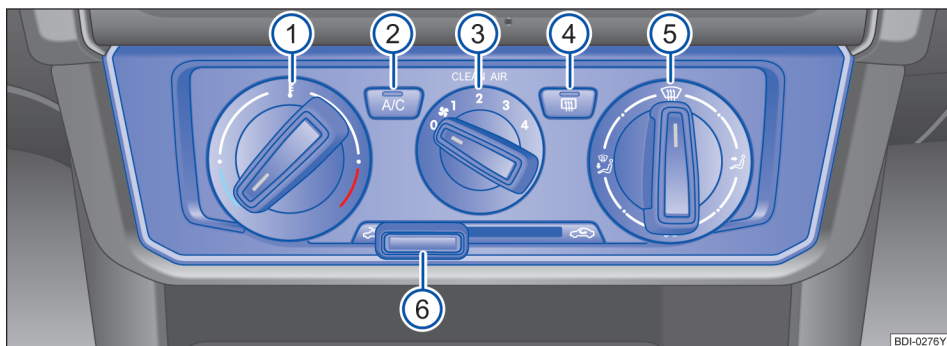

图 123 中控台：手动空调的操作元件
- 旋转鼓风机旋钮③⇒图 123，设定鼓风机转速。
- 按下制冷装置按钮  ②，开启制冷装置。按钮上的指示灯随即亮起。
- 旋转温度调节旋钮①，设置适合的温度。（建议如有快速制冷的需求，可将温度旋钮逆时针调节至最低温度。）
- 转动空气流向调节旋钮⑤，调节送风方向。（建议选择上身送风 ）